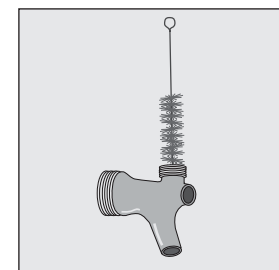

Fig. 3. Nettoyez minutieusement les composants du robinet.
8. Avec la brosse fournie, nettoyez les pièces du robinet à bière. Voir fig. 3.